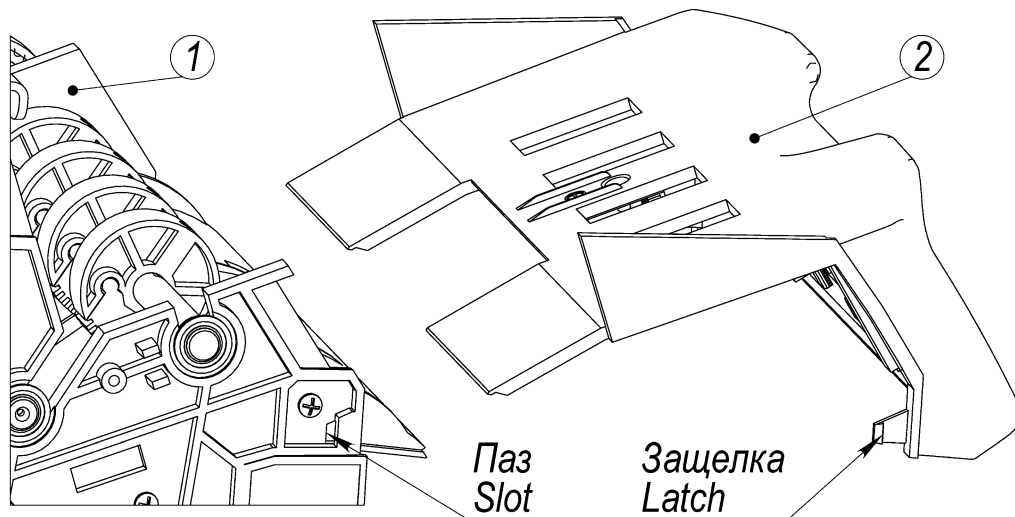

Рис. 19
8.4.1 Отсоединить кабель подающего кармана от разъема ХР8 модуля ЦПУ. Аккуратно снять узел кармана подающего (2) с каркаса (1), слегка прижимая отверткой защелки (2 шт.) подающего кармана (2) (см. Рис. 19).